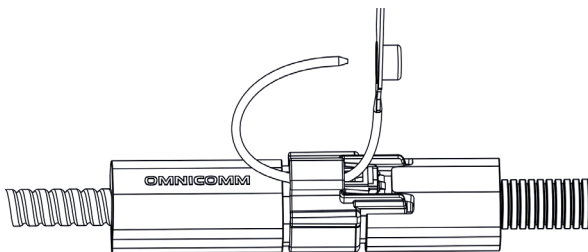

Рисунок 7. Установка пломбы-стяжки
- Проденьте гибкий элемент пломбы-стяжки в отверстие корпуса пломбы (Рисунок 7)